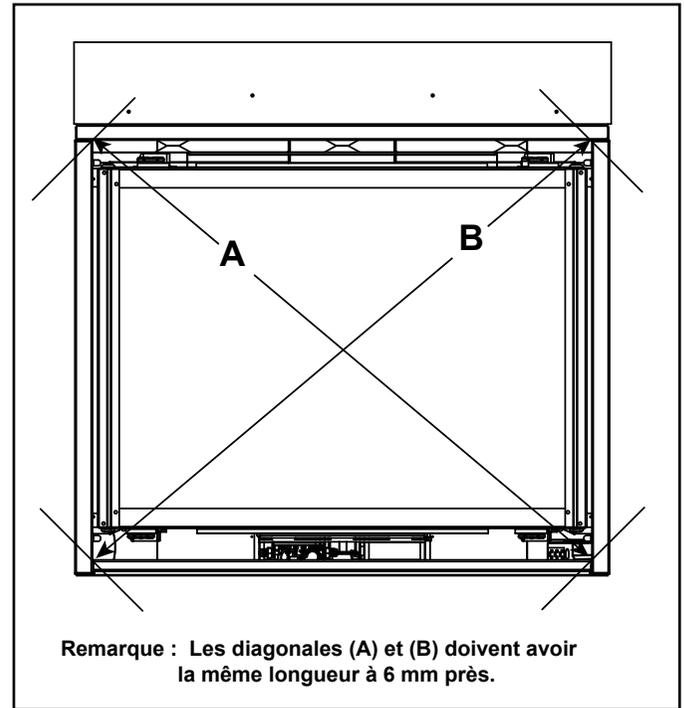

Figure 6.14 Positionnement de l'appareil à l'équerre
- Placez l'appareil de façon à ce que les diagonales aient la même longueur à 2 mm (0,25 po) près. Voir la figure 6.14.